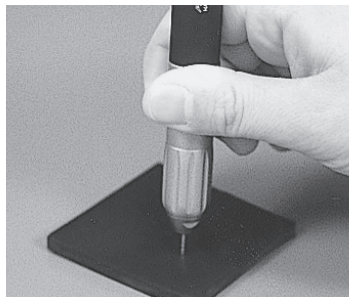

Fig. 7
- 1) Puisque la Griffes de la pièce à main PRESTO est de type à enfoncer, placez les fraises FG de $\varnothing 1,6\text{mm}$ et enfoncez-les conformément à la Fig. 7.